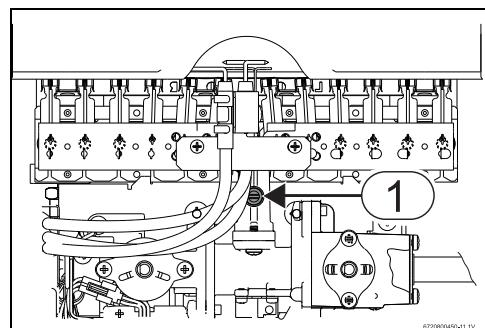

Рис. 14 Точка измерения давления
- ▶ Ослабить запорный винт (→ Рис. 14 , [1]).
- ▶ Подключить манометр в точке измерения давления на форсунке (→ Рис. 14 , [1]).